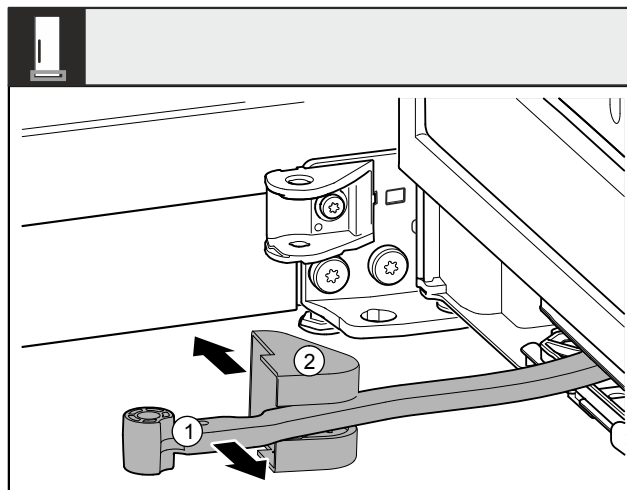

Fig. 10
- Ruotare il giunto Fig. 10 (1) in direzione della porta.
- Rimuovere la copertura del blocco di supporto Fig. 10 (2).